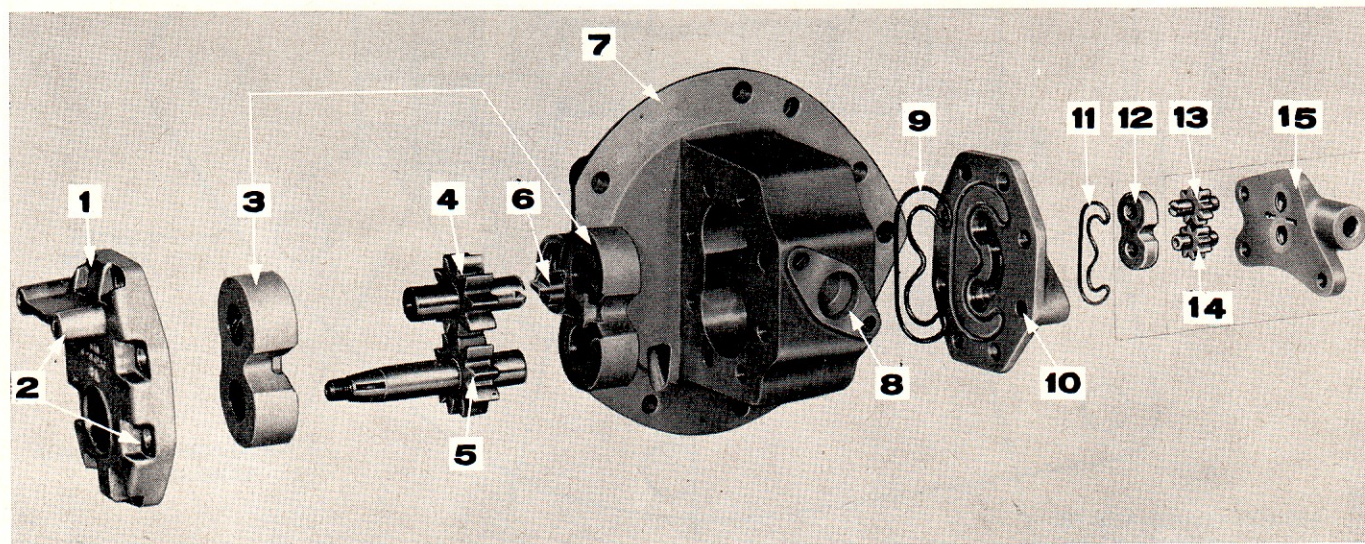

Figure 95: Vue éclatée de la pompe hydraulique
La Figure 95 représente une vue éclatée de la pompe hydraulique.
4. Extraire les écrous, les rondelles et les boulons assemblant les deux couvercles. On remarquera que deux de ces boulons, fixant le couvercle avant et le carter arrière au corps de pompe, servent de pieds de centrage et sont usinés avec la plus grande précision. Ces boulons, dont la tête porte la lettre "D", ne doivent pas être confondus avec les autres (Figure 95).